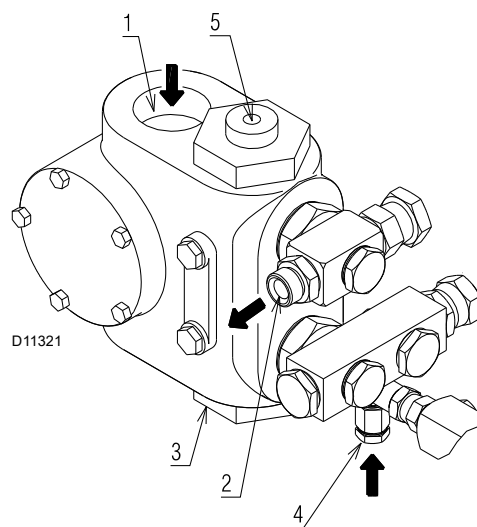

Fig. 21
- Pour que la pompe (Fig. 21) puisse s'auto-amorcer, il est indispensable de desserrer la vis 4) pour purger l'air contenu dans le tuyau d'aspiration.
Si la pompe a été vidée, la remplir de combustible par le bouchon du vacuomètre 3) (Fig. 21) avant de la mettre en marche pour éviter des grippages.
Légende (Fig. 21)